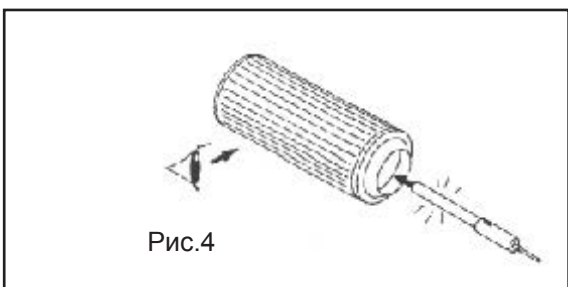

Рис.4
- Трещины и разрывы бумажного элемента становятся видимыми при подсветке электрической лампой (рис.4).